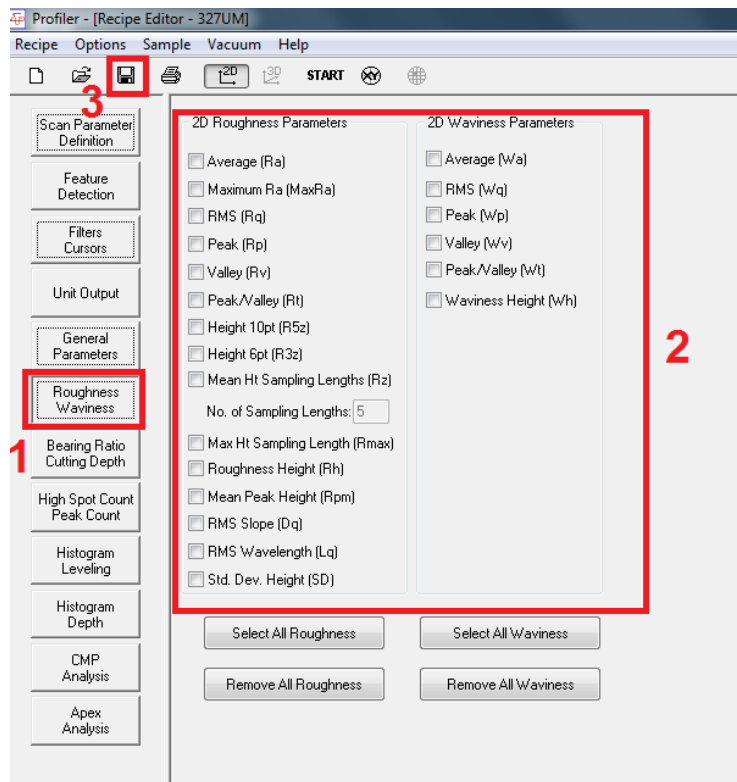

Figure 19 : Recipe Editor – Roughness Waviness
Si la recette est pour mesurer une rugosité, dans la fenêtre « Recipe editor » (figure 19) cliquer sur « Roughness Waviness » (1), sélectionner les résultats (2) à afficher lors de la mesure et enregistrer (3).